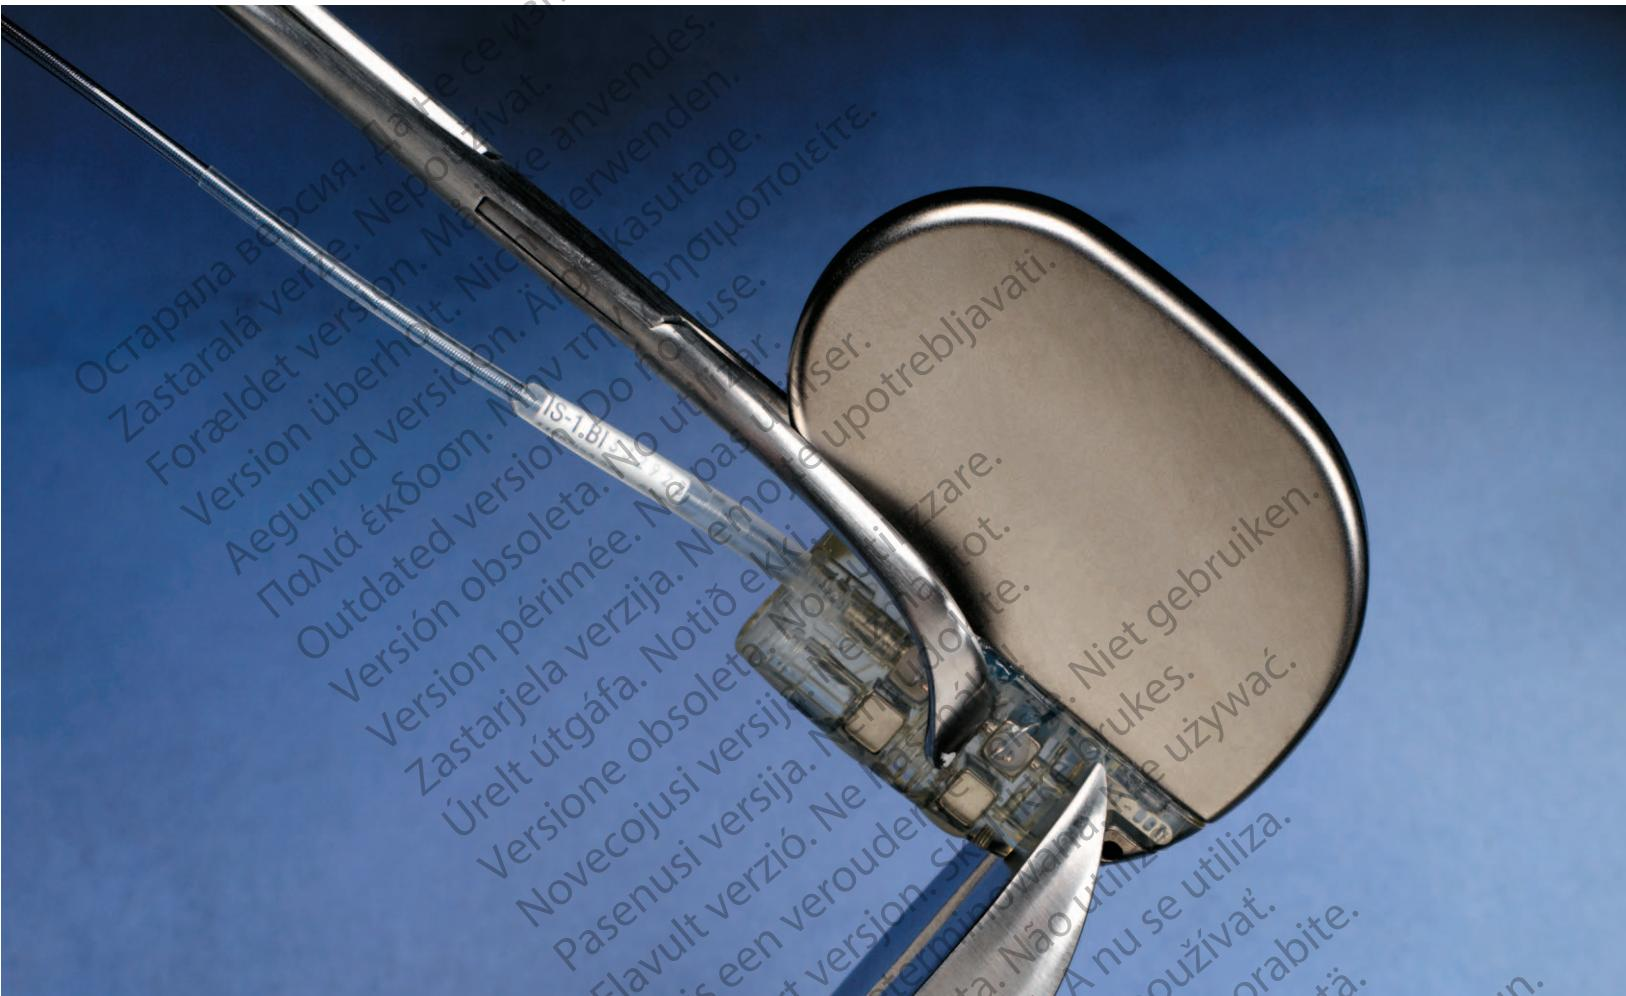

Figura 7. Corte del cabezal para dejar al descubierto los extremos terminales de los cables.
4. Comprima las asas de las tenacillas hasta que corten el (los) conducto(s) del cable en la parte posterior del cabezal. Esto descubrirá las puntas de los extremos terminales (Figura 7). La fuerza necesaria para cortar el cabezal depende el tipo concreto de plástico utilizado para fabricarlo. En general, hace falta una fuerza baja o moderada para cortar los cabezales de Boston Scientific.